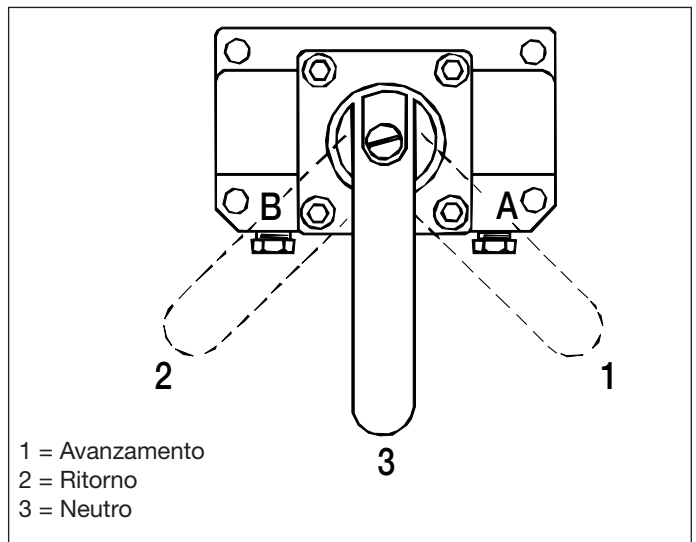
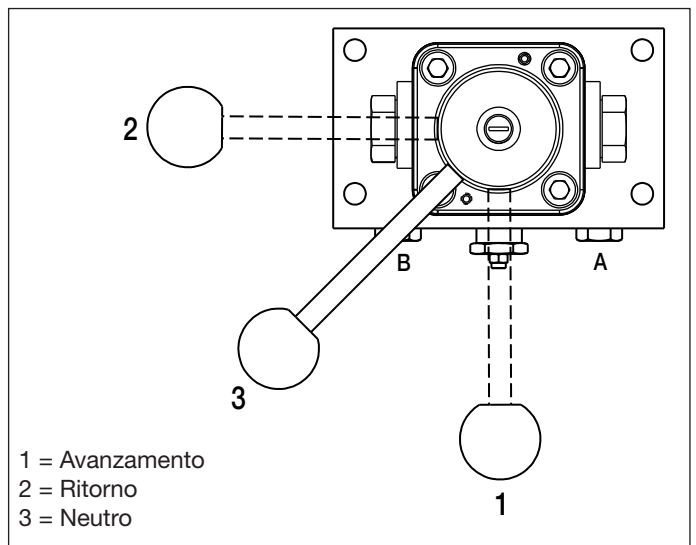

Figura 11, Posizioni della manopola della valvola
Figura 12, Posizioni della manopola della valvola,
4. Ruotare la manopola della valvola di comando sulla posizione neutra ("3"). Vedere la Figura 11 per le posizioni delle valvole VM33 e VM43. Vedere la Figura 12 per le posizioni delle valvole VM33M e VM43M.
4. Ruotare la manopola della valvola di comando sulla posizione neutra ("3"). Vedere la Figura 11 per le posizioni della valvola.